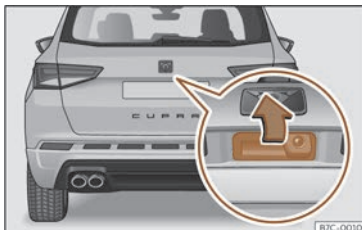

Fig. 54 Porta posterior: obertura des de fora.
- **Obrir:** feu una lleugera pressió a l'agafador. S'obre automàticament. >>> **fig. 54.**